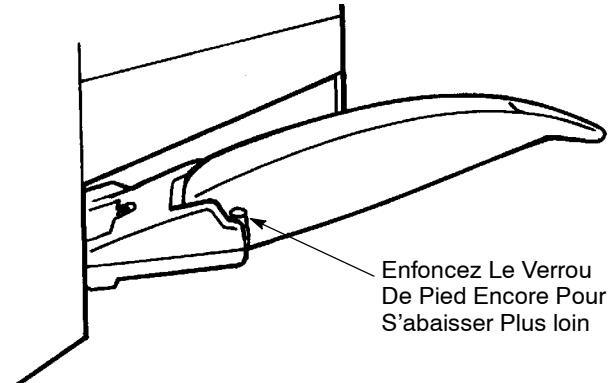

FIG. 4
6. Pour aspirer sous les bureaux ou d'autres endroits d'accès difficiles, abaissez la poignée pour arrêter et relâchez la pédale de relâchement de la poignée. Ceci empêche d'abaisser davantage la poignée (Figure 4).